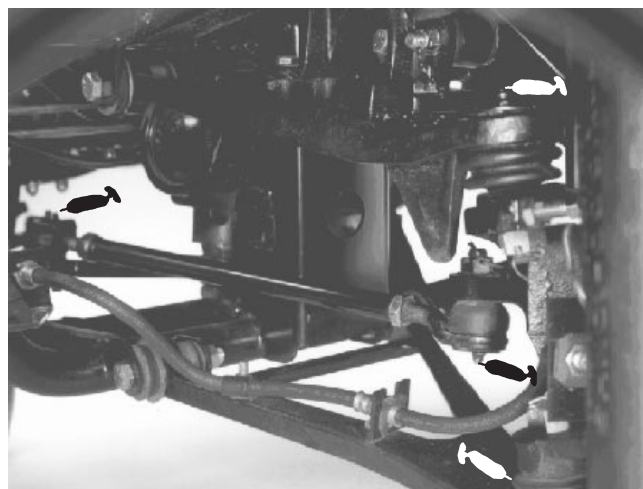
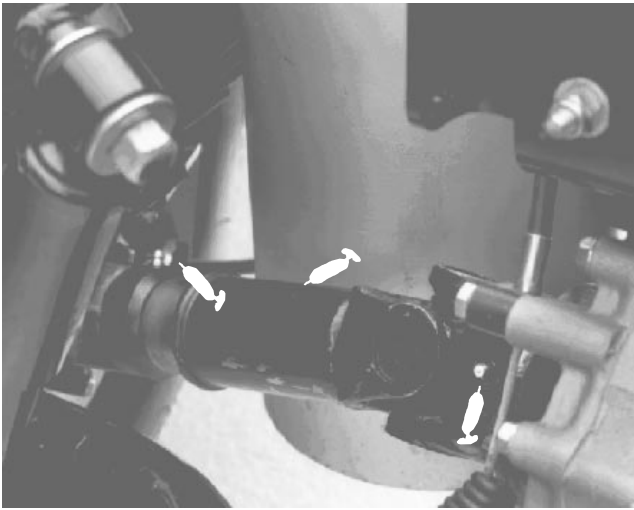
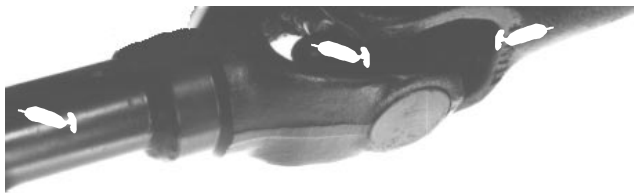

Figure 29
Figure 30
Figure 31
Emplacements et nombre de graisseurs : Embouts de biellettes (4) (Fig. 29), rotules avant (4) (Fig. 29), arbres de transmission arrière (18) (Fig. 30), arbre de transmission intermédiaire – 4RM seulement (3) (Fig. 31), pivots de pédale (4) (Fig. 32), arbre de direction (1) (Fig. 33), bagues de pivot avant (2) (Fig. 34) et bras d'accélérateur (1) (Fig. 35).